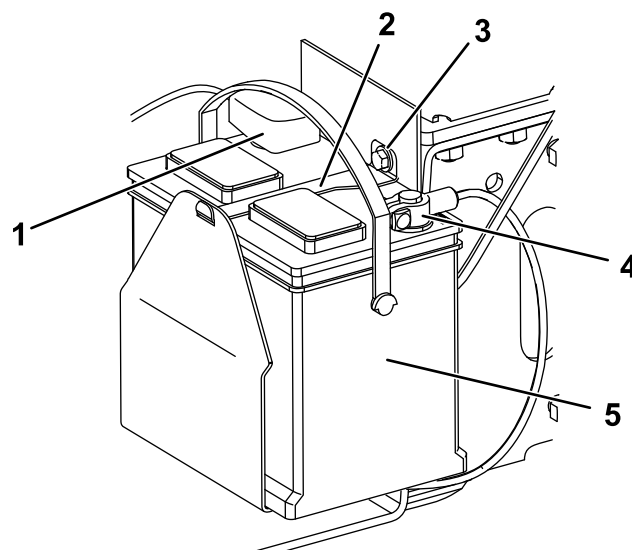

図 38
5. バッテリー固定用のボルト、ワッシャ、押さえ棒を外す 図 38。
6. バッテリー端子から、マイナス黒アース側ケーブルを外す 図 38。締結具はすべて保管しておく。
8. バッテリー端子から、プラス赤ケーブルを外す 図 38。締結具はすべて保管しておく。
1. 先ほど取り外したねじ類を再使用して、プラスケーブル赤いケーブルをバッテリーのプラス端子に取り付ける **図 38**。
3. 先ほど取り外したねじ類を再使用して、マイナスケーブル黒いケーブルをバッテリーのマイナス端子に取り付ける **図 38**。
4. 押さえ棒、ボルト、ワッシャでバッテリーを固定する **図 38**。